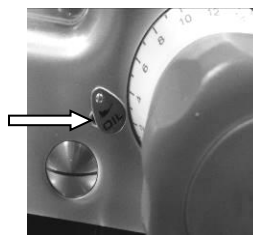

Fig. 36
- Las guías del carro deben engrasarse con regularidad con aceite para la mecánica precisa. Para ello, abra el resguardo con el texto «OIL» (Fig. 36) al lado del regulador de corte y echar varias gotas de aceite en el orificio detrás del resguardo. A continuación, mover el carro hacia delante y hacia atrás para distribuir uniformemente el aceite.